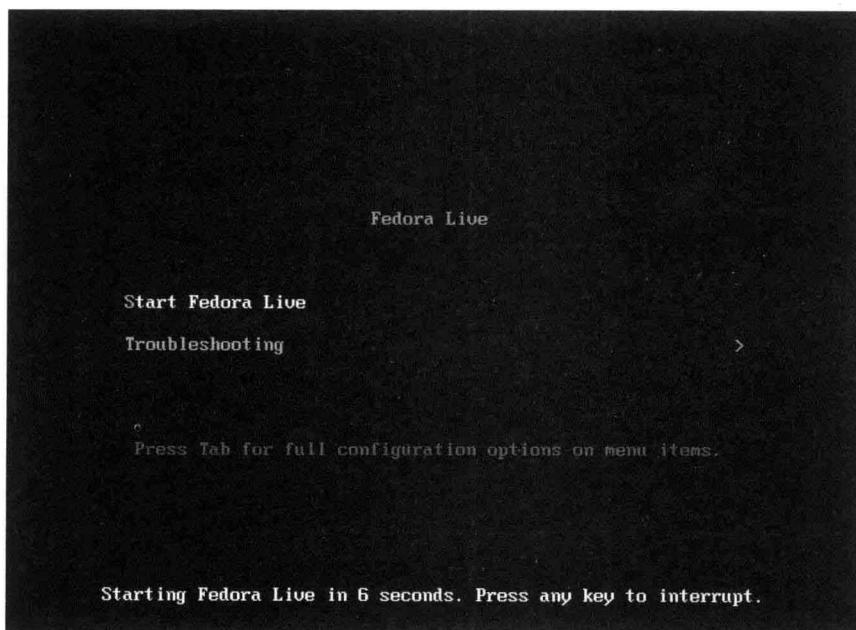
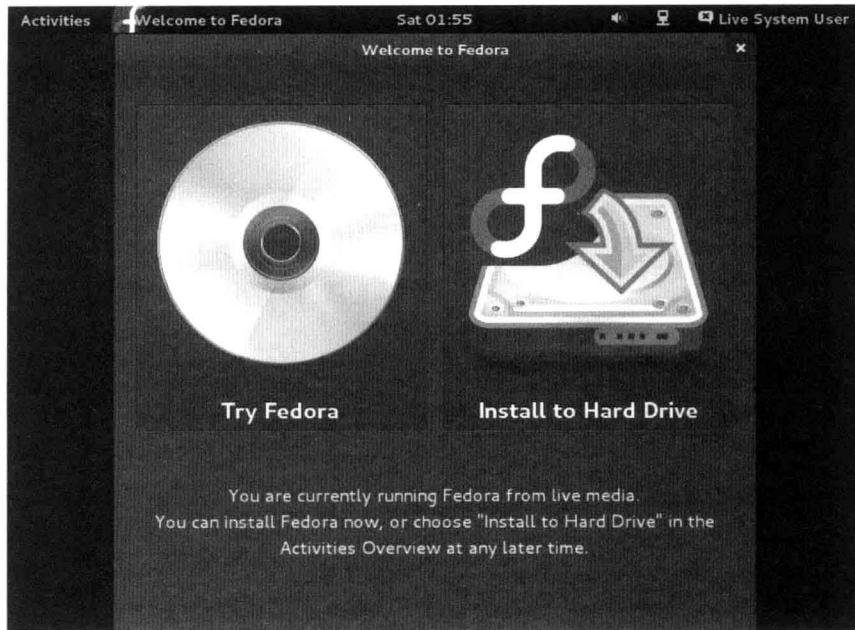

图 2.10 Fedora 启动界面
图 2.11 安装开始界面
(19) 进入虚拟机安装界面，如图 2.10 所示。用户不需要操作，系统会自动加载光盘，进入 Fedora Live 界面，如图 2.11 所示。